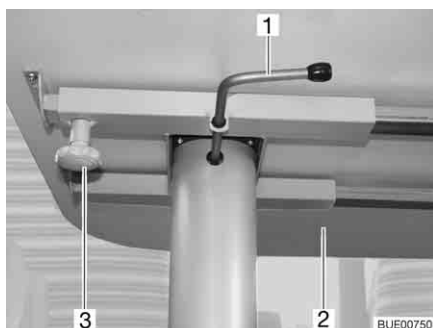

Fig. 63 Tavolo di sollevamento, scorrevole
- Svitare la vite a testa cilindrica zigrinata (Fig. 63,3).
- Spingere il piano del tavolo (Fig. 63,2) nella posizione desiderata.
- Ruotare la leva di serraggio (Fig. 63,1) verso sinistra. Il bloccaggio del meccanismo di sollevamento è aperto.
- Premere il centro del piano del tavolo (Fig. 63,2) verso il basso fino al fine corsa e tenerlo premuto.
- Ruotare la leva di serraggio (Fig. 63,1) verso destra (Fig. 63). Il meccanismo di sollevamento è bloccato.
- Ruotare la leva di serraggio (Fig. 63,1) verso sinistra. Il bloccaggio del meccanismo di sollevamento è aperto. Il piano del tavolo si sposta verso l'alto fino al fine corsa.
- Ruotare la leva di serraggio verso destra (Fig. 63). Il meccanismo di sollevamento è bloccato.